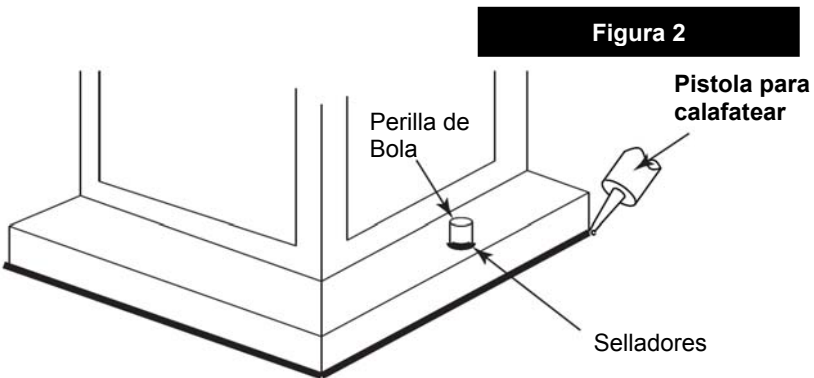

Figura 2
- 1. Conecte el cable de alimentación positiva **(A)** (normalmente negro el lado no marcado suave del cable de dos conductores) de plomo accesorio positivo **(B)** con un giro de tamaño apropiately conector – **Véase la Figura 2 y 3**.
Loop alambre de tierra **(E)** (generalmente de cobre o verde recubierto de plástico) debajo de la cabeza del tornillo de tierra **(S)** en la brida de montaje accesorio **(M)** y conectar con el extremo suelto del cable de tierra luminaria directamente al cable de tierra del sistema de construcción con un tamaño adecuado twist-conectores – **Véase la Figura 2**.
Después asegurar fijo en su lugar, se recomienda que la distancia entre la parte superior y la base de montaje del accesorio se sellará con cualquier buen masilla impermeable de calidad o sellador de silicona (no incluido). También se recomienda que una pequeña capa de madilla o sellador de ser sometidos a los mandos de bolas utilizadas para montar accesorio – Véase la Figura 2.